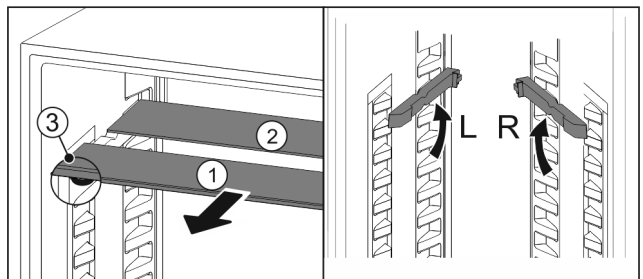

Fig. 120
- ▶ Издърпайте Fig. 120 (1) поотделно стъклените плочи напред.
- ▷ Стъклената плоча Fig. 120 (1) с декоративната лайстна е отпред.
- ▷ Ограничителите Fig. 120 (3) сочат надолу.